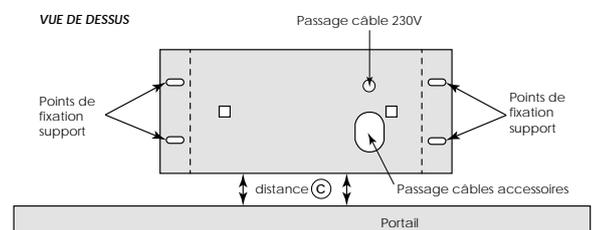

Figure 2
- (b) - Positionner la plaque sans la fixer à son emplacement définitif. Elle doit être parfaitement parallèle au portail. Le bord de la plaque doit se trouver à 4 cm du portail. **(Figure 2)**
- (g) - Passer tous les câbles (alimentation + accessoires) dans la base **(Figure 2)**
(Figure 2)